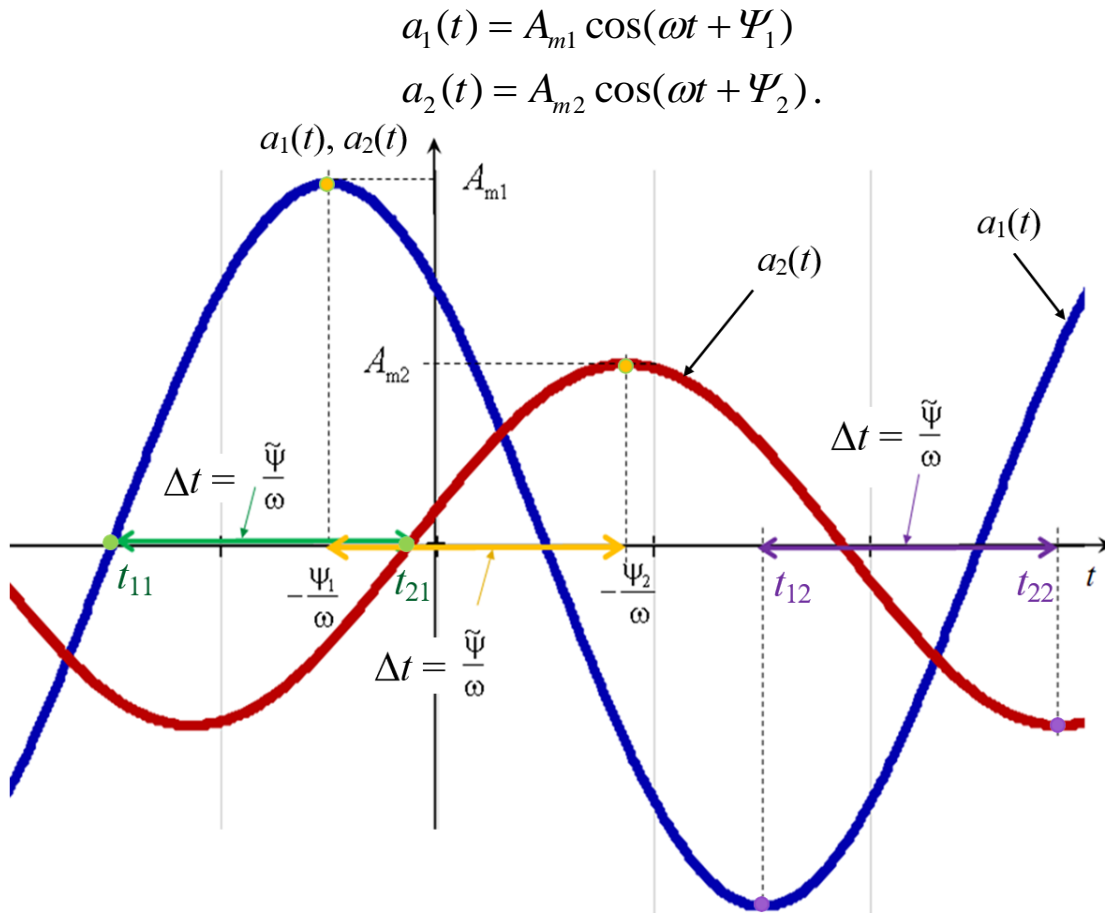

Рисунок 3 – Угол сдвига фаз между гармоническими функциями
**Определение сдвига фаз двух гармонических функций одинаковой частоты.** Рассмотрим две гармонические функции  $a_1(t)$  и  $a_2(t)$ , имеющие одинаковые круговые частоты, но различные амплитуды  $A_{m1}$  и  $A_{m2}$ , и начальные фазы  $\psi_1$  и  $\psi_2$  (рис. 3):